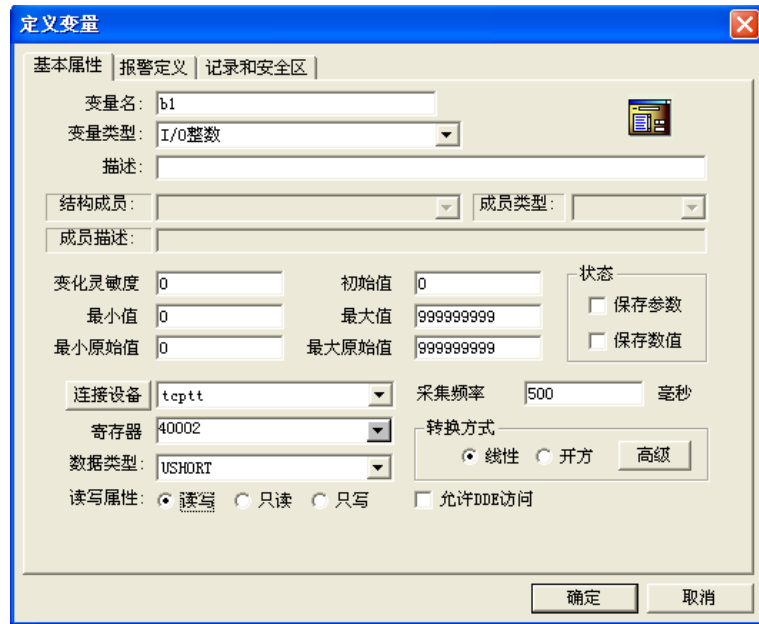

图 B-3-11
(4) 如图 B-3-11, 变量类型选择 I/O 整数, 寄存器 40002 对应 PLC 输入区第 2 个字 (整型即上面组态的%IW6)。同理, 寄存器 40003 对应 PLC 输入区第 3 个字 (整型即上面组态的%IW8), 以此类推。